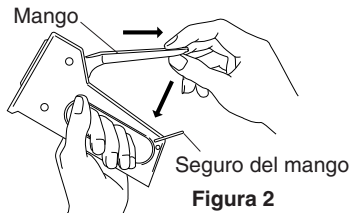

Figura 2
1. Sostenga firmemente la herramienta (vea la Figura 2).
2. Hale al mango hacia fuera para soltar, luego empújelo hacia abajo (vea la Figura 2).